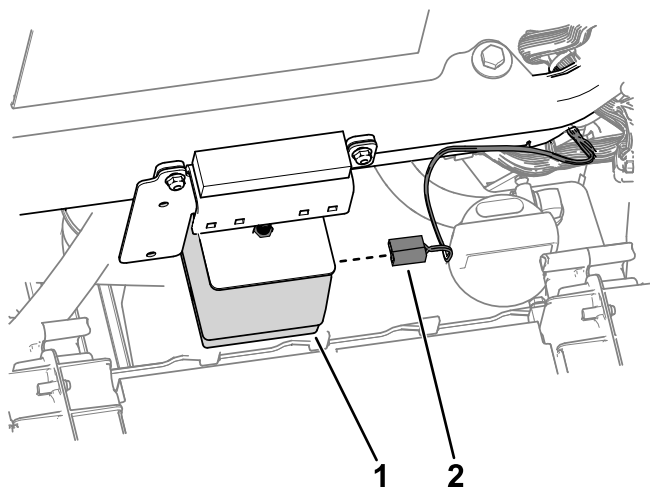

**Figura 28**
1. Instradate il connettore del cablaggio preassemblato con l'etichetta LH HEADLIGHT (P04) verso la parte sinistra dell'unità (Figura 28). Collegate il cablaggio alla luce.
2. Instradate il connettore del cablaggio preassemblato con l'etichetta RH HEADLIGHT (P05) verso la parte destra dell'unità (Figura 28). Collegate il cablaggio alla luce.
3. Instradate il connettore del cablaggio preassemblato con l'etichetta LH REAR LIGHT (P01) verso la parte posteriore sinistra dell'unità (Figura 28).
4. Instradate il connettore del cablaggio preassemblato con l'etichetta RH REAR LIGHT (P02) verso la parte posteriore destra dell'unità (Figura 28).
7. Collegate il connettore del cablaggio preassemblato con l'etichetta LH REAR LIGHT (P01) alla luce posteriore (Figura 28).
8. Collegate il connettore del cablaggio preassemblato con l'etichetta RH REAR LIGHT (P02) alla luce posteriore (Figura 28).
15. Montate con delle fascette per cavi il cablaggio preassemblato come illustrato nella Figura 28.